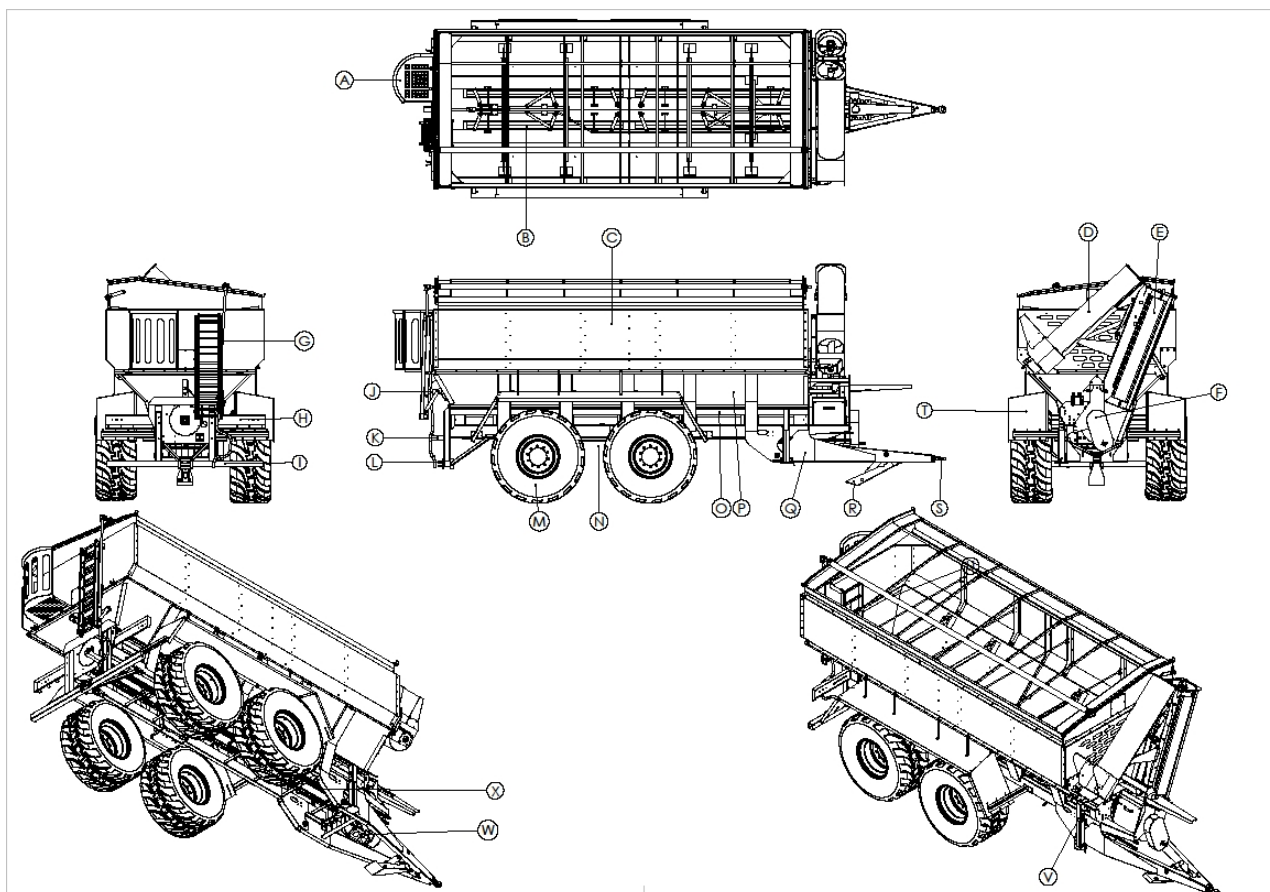

Fig. 4
3.5 Produktidentifikation (fig. 4)